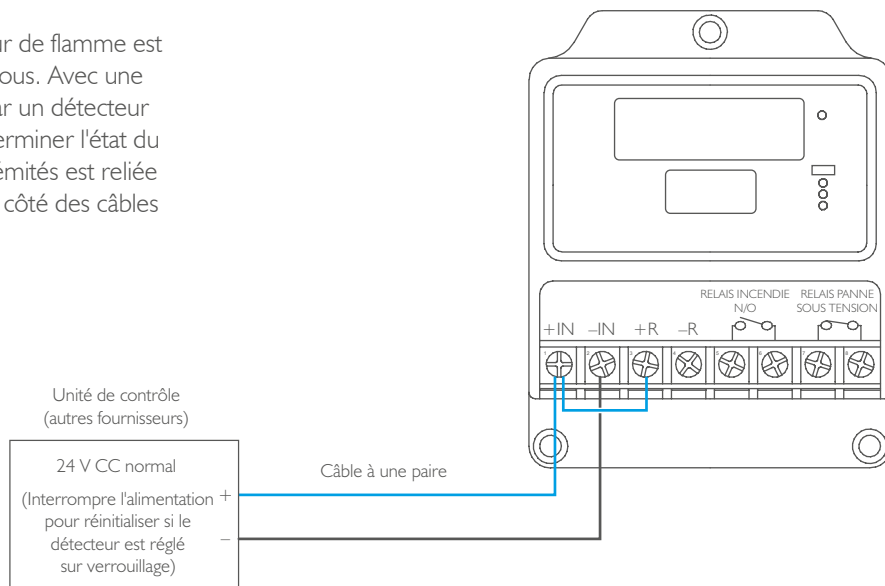

Figure 15. Schéma de base de la connexion à deux fils
- 1) Signalement par le courant. Le détecteur peut être connecté comme un dispositif alimenté en boucle à deux fils, augmentant son courant d'alimentation pour signaler qu'une flamme a été détectée - voir la figure 15.